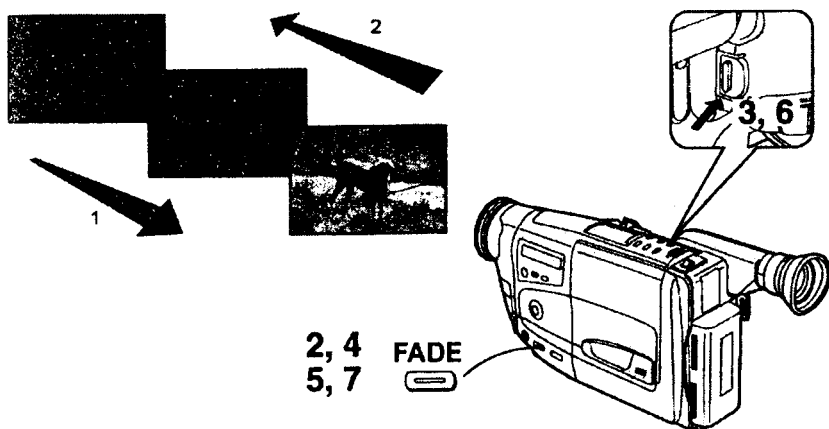

Рис. 3.27. Плавное введение изображения
1. **Плавное введение** 1, позволяющее выполнить постепенное появление изображения (и звука) в начале записи (рис. 3.27). Для осуществления этой операции следует выполнить следующие действия: